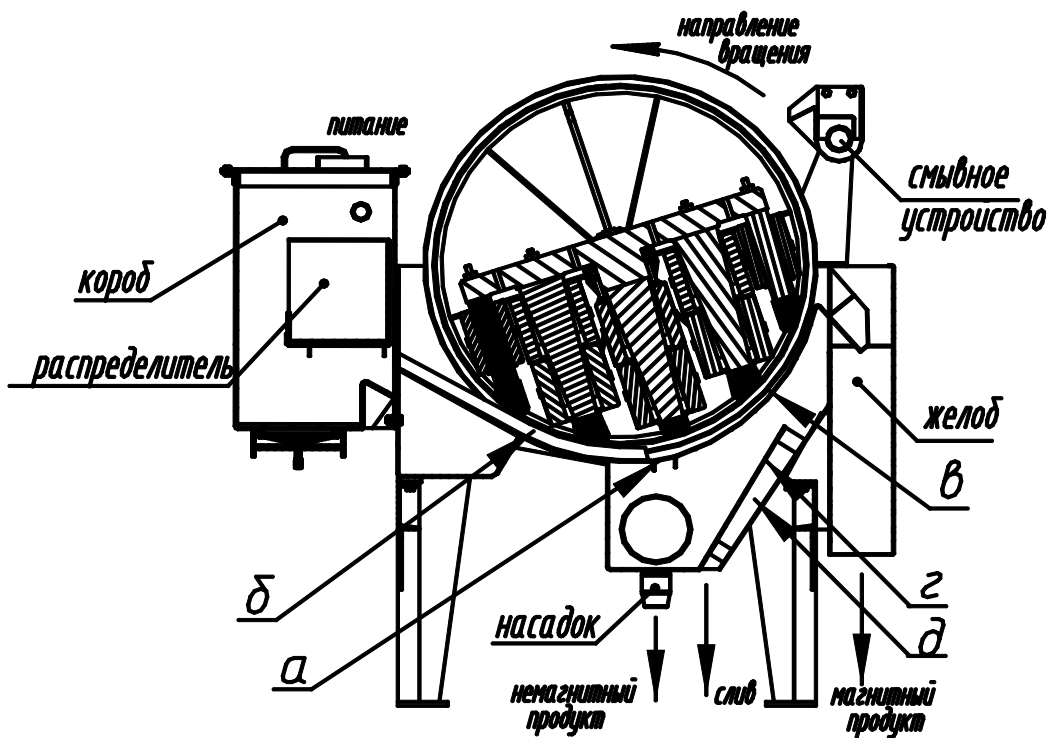

Рис.5. Сепаратор ЭБМ-90/33
5.1.6. На ванне укреплен короб, через который осуществляется загрузка ванны пульпой. Внутри короба установлен распределитель, обеспечивающий равномерную подачу пульпы по ширине ванны (см. рис.5)